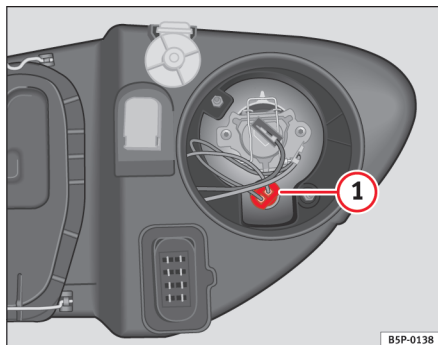

Fig. 191 Positionsllys
- Tag fatningen ⇒ fig. 191 **1** ud.